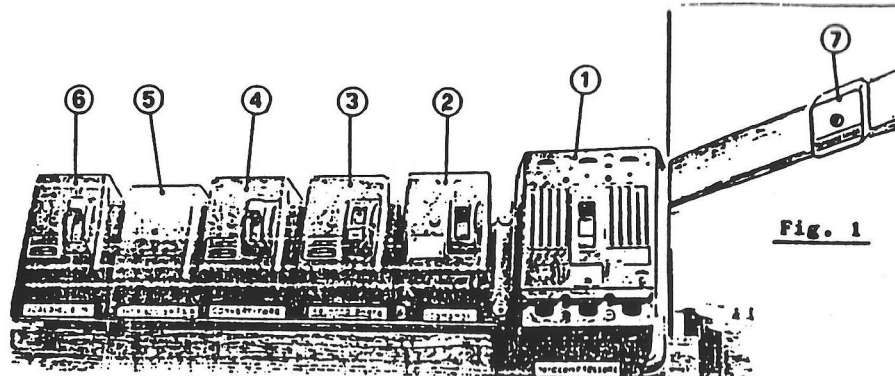

Fig. 1
- fascia sottocielo sinistra e frontale (Fig. 1)